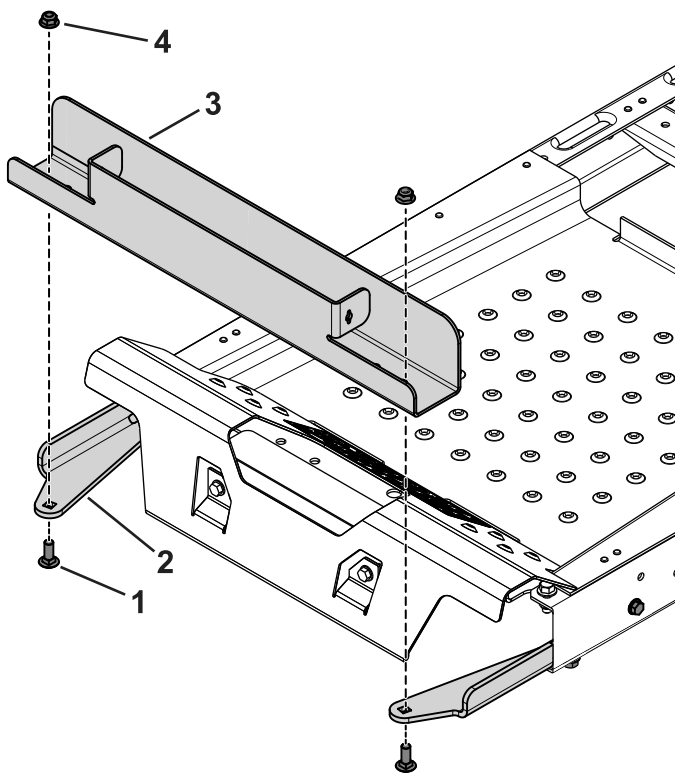

Figure 4
3. Avec les 2 boulons de carrosserie (3/8 x 1 po) et les écrous à embase, fixez le logement de masse sur les supports (Figure 4).